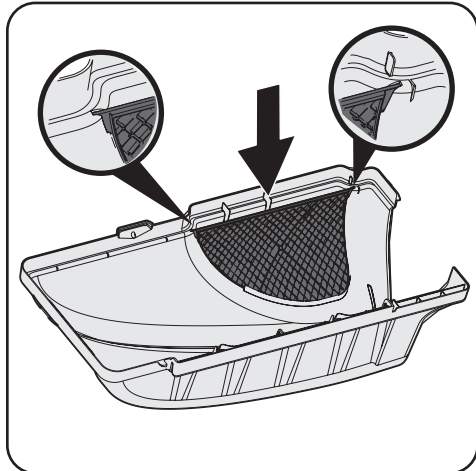

Figure 4-19
7. Installez les trois ensembles de sac sur les supports de sac en insérant le bord avant en premier (1), puis en abaissant le bord arrière jusqu'à ce qu'il s'insère dans l'ensemble (2), comme illustré à la Figure 4-19.